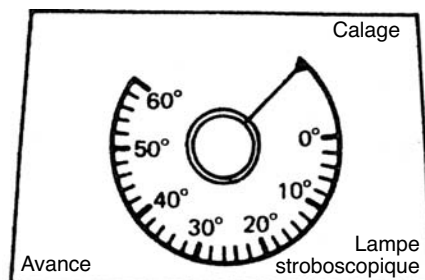

Figure 4
1. Réglez le bouton à la position "Calage (Timing)" comme dans la Figure 4.